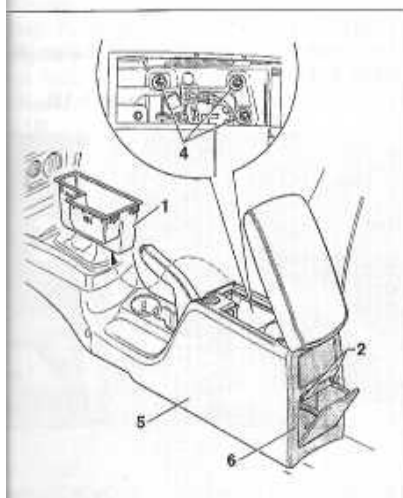

FIGURE 9-1
- Soulever l'accoudoir et extraire le vide-poches (1).
- Ouvrir le cendrier arrière et dévisser les deux vis (2).
- Retirer la façade arrière (3) en prenant soin de débrancher le connecteur.
- Dévisser les trois écrous (4).
- Enlever la partie arrière de la console centrale (5) (figure 9-1).